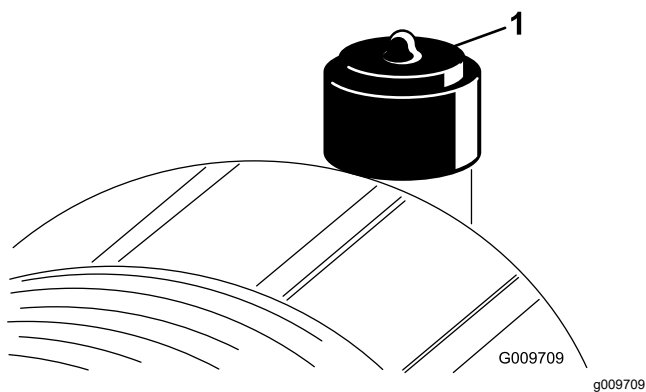

Figura 58
Revise el filtro del limpiador de aire únicamente cuando el indicador de mantenimiento lo requiera (Figura 58). El cambiar el filtro antes de que sea necesario sólo aumenta la posibilidad de que entre suciedad en el motor al retirar el filtro.
2. Reinicie el indicador (Figura 58) si se ve rojo.